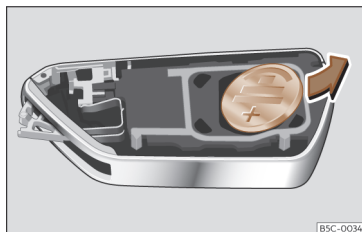

Fig. 67 Chave do veículo: remoção da pilha.
- Extraia a pilha do compartimento com um objeto fino adequado >>> Fig. 67.
- Coloque a pilha nova, pressionando-a no compartimento respectivo >>> ①.